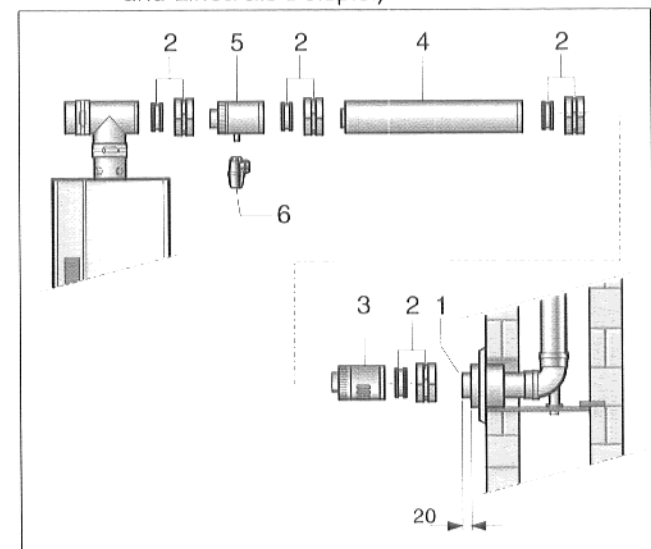

Abb. 28 Montage der Verbindung Kessel – Schornstein mit Grundbausatz GAK und Grundbausatz GA-X
- Rohr (Abb. 28, Pos. 1) auf Maß 20 mm kürzen.
- Zuluftgitter (Abb. 28, Pos. 3) mit Silikonmanschette und Klemmband (Abb. 28, Pos. 2) auf Schornsteinanschluß (Abb. 28, Pos. 1) aufstecken und Verbindungsstelle mit Silikonmanschette und Klemmband verschließen.
- Kondensatablauf und Siphon (Zubehör bei BK 11 W/WT, Abb. 28, Pos. 5 u. 6) zusammenstecken und mit Revisions-T-Stück verbinden. Verbindungsstelle mit Silikonmanschette und Klemmband (Zubehör bei BK 11 W/WT, Abb. 28, Pos. 2) verschließen.
- Mit weiteren konzentrischen Rohren (Abb. 28, Pos. 4) Verbindung zwischen Kondensatablauf und Zuluftgitter herstellen. Verbindungsstellen mit Silikonmanschette und Klemmband verschließen.